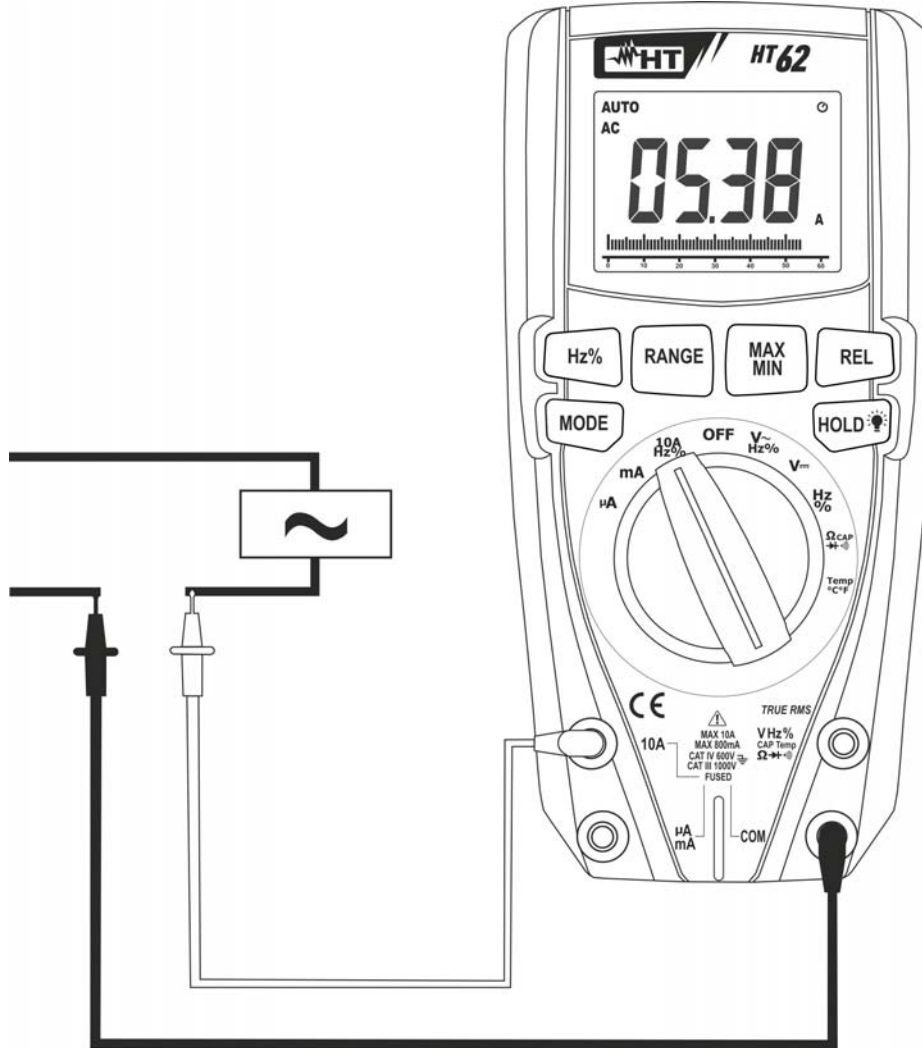

Fig. 10: Mesures de Courant AC
5. Connecter l'embout rouge et l'embout noir en série au circuit duquel on veut mesurer le courant en respectant la polarité et la direction du courant dont à la Fig. 10.